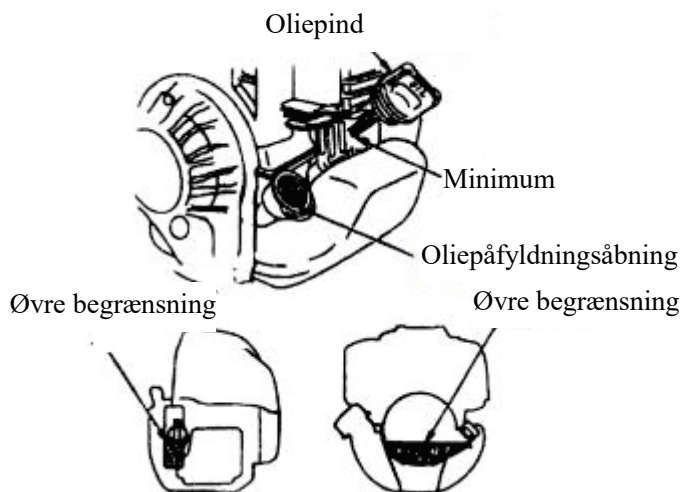

Fig. 3
4.3.2 Benzinmotoren skal stå vandret. Skru oliepinde ud, og kontrollér olieniveauet som vist i fig. 3. Hvis olieniveauet er for lavt, skal der efterfyldes op til den øvre begrænsning. Hvis olien er snavset, skal den udskiftes.